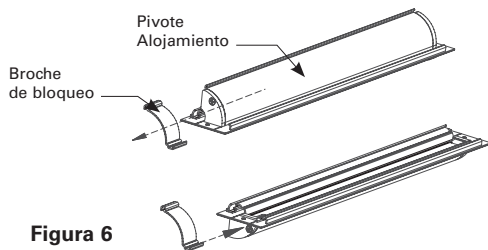

Figura 6
- Si la luminaria se montará en la pared, primero afloje los tornillos de fijación que se encuentran en la parte trasera del alojamiento pivote. Luego quite el broche de bloqueo deslizándolo hasta el extremo del alojamiento pivote (Ver la figura 6). Gire el alojamiento pivote 90 grados y luego vuelva a colocar el broche de bloqueo. Ajuste los tornillos de fijación.